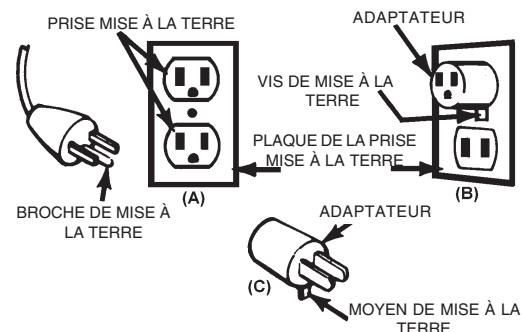

FIGURE 1 MÉTHODES DE MISE À LA TERRE
Le cordon électrique du chargeur est muni d'un fil de mise à la masse et d'une fiche à broche de mise à la terre. Le chargeur doit donc être raccordé à une prise de courant mise à la terre conformément au code de l'électricité et aux règlements municipaux. Ce chargeur de batterie est conçu pour être raccordé à un circuit électrique de 120 V et son cordon est muni d'une fiche comme celle que l'on retrouve sur la Figure 1 (A). Cette fiche doit être branchée dans une prise mise à la terre. La broche et les deux lames de la fiche doivent s'adapter à la prise de courant (sortie).
**ADAPTATEUR:** Un adaptateur temporaire, comme le montre la Figure 1 (B) et (C), peut être employé pour brancher la fiche du chargeur à une prise bipolaire, comme le montre la FIGURE 1 (B).